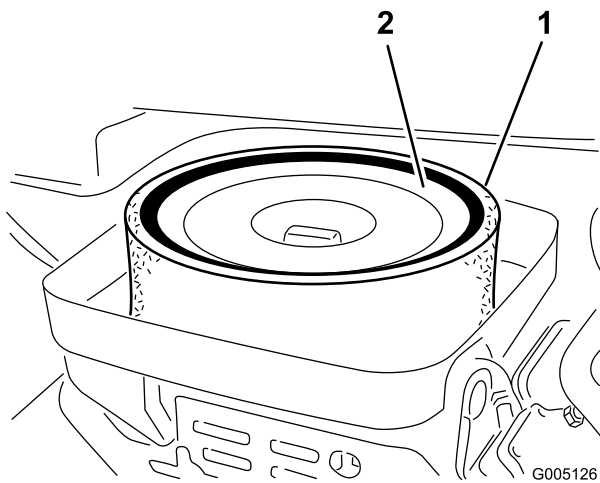

図 42
3. スポンジ（図 42）を点検し、汚れていればペーパーエレメントから外す。以下の要領で丁寧に清掃してください：